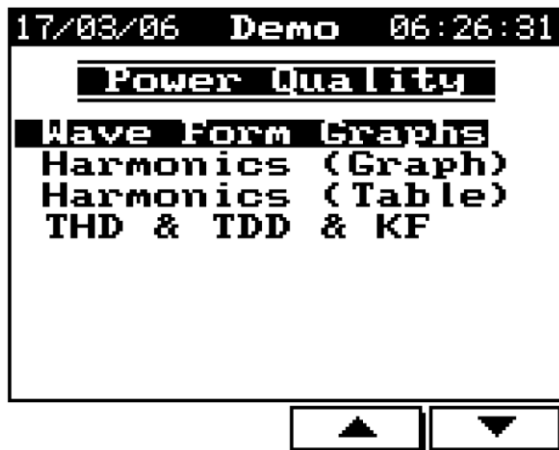

Рис. 5.11
2. Нажмите «Enter». На дисплее отобразится экран выбора режима вывода параметров качества сети (рис. 5.11):
2. Нажмите «Enter». На дисплее появится экран выбора режима отображения качества сети (рис. 5.11).